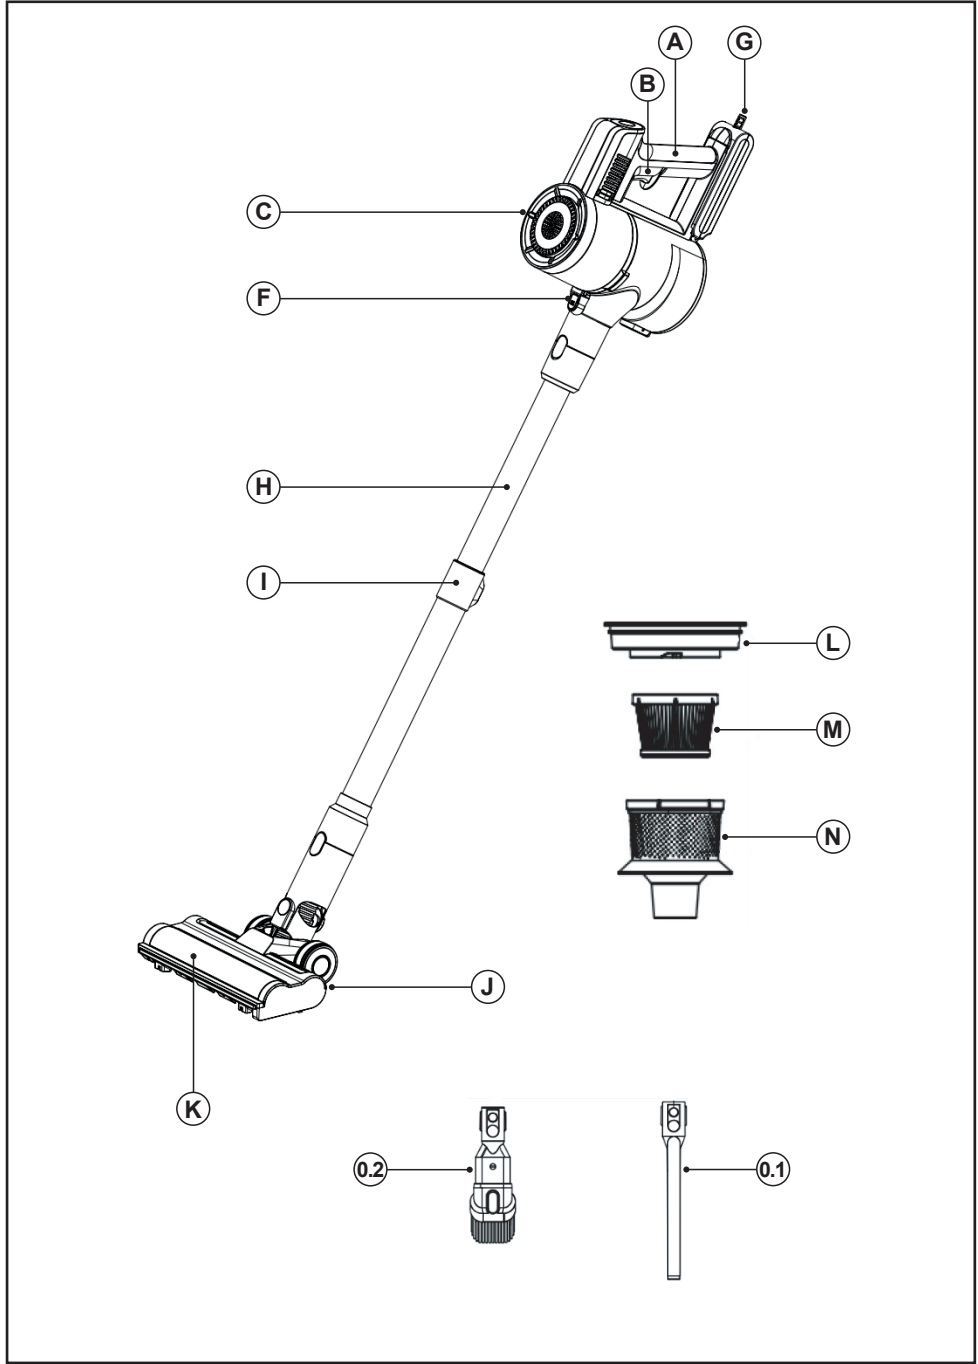

FIG. 1
- Acople el accesorio deseado al tubo telescópico o directamente al cuerpo (FIG. 1).